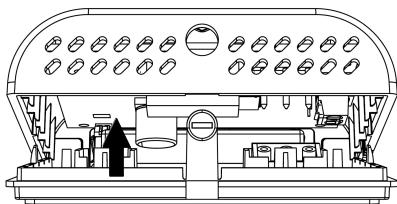

Fig. 3
- 2 Tourner le haut du boîtier en exerçant une légère pression jusqu'à l'extraction complète de celui-ci (Fig. 3).